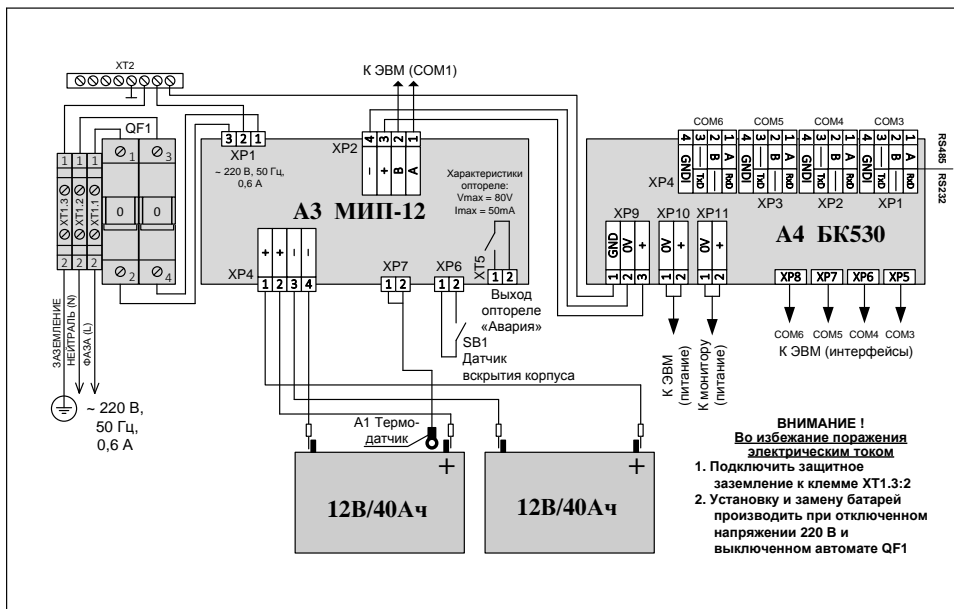
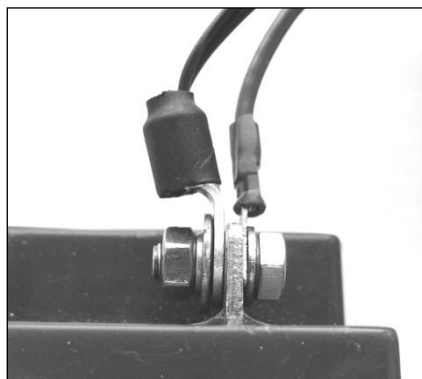

Рисунок 2. Схема подключения ЦПИУ «Орион» при эксплуатации
Рисунок 3. Подключение клеммы термодатчика
Монтаж соединительных линий производится в соответствии со схемой, приведённой на рис. 2.
Согласно схеме на рис. 2:
5. К выводу батареи подключить О-образную клемму термодатчика, как указано на рис. 3, согласно схеме на рис. 2.
6. Подключить сетевые провода к входному клеммнику ЦПИУ «Орион» **(фаза (L) должна быть подключена к ХТ1.1:2, см. рис. 2).**